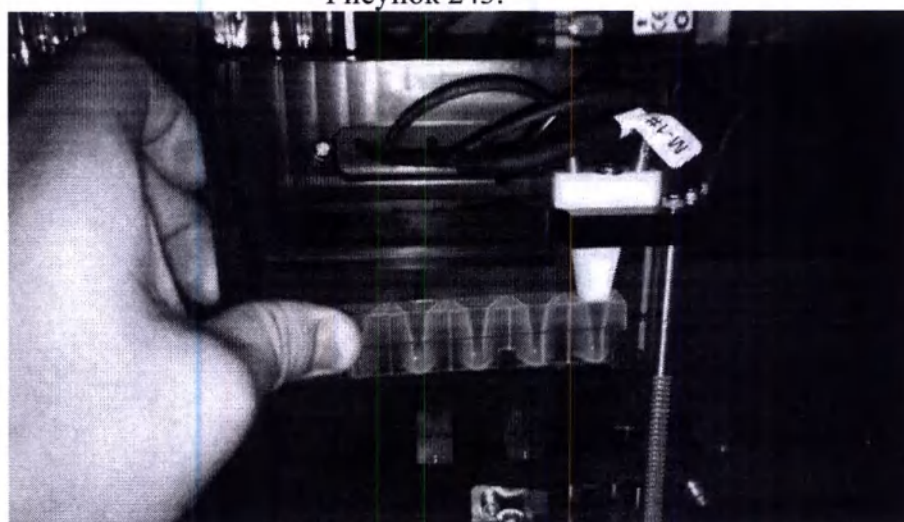

Рисунок 244.
(1) Выключите анализатор, отсоедините кабель PMT (кабель 1, Рисунок 7.1.13) и снимите крышку камеры, затем положите кювету на дно инжектора стартера (Рисунок 244).